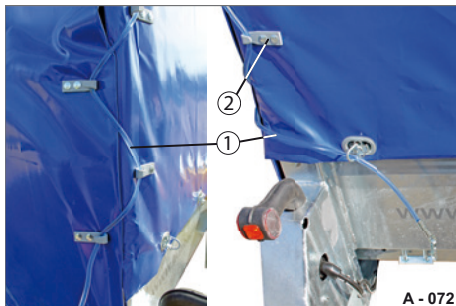

Abb. 76 Planenteil heckseitig entsichern
- ▶ Lösen Sie das Spannseil (Abb. 76/1) heckseitig aus den Laschen.